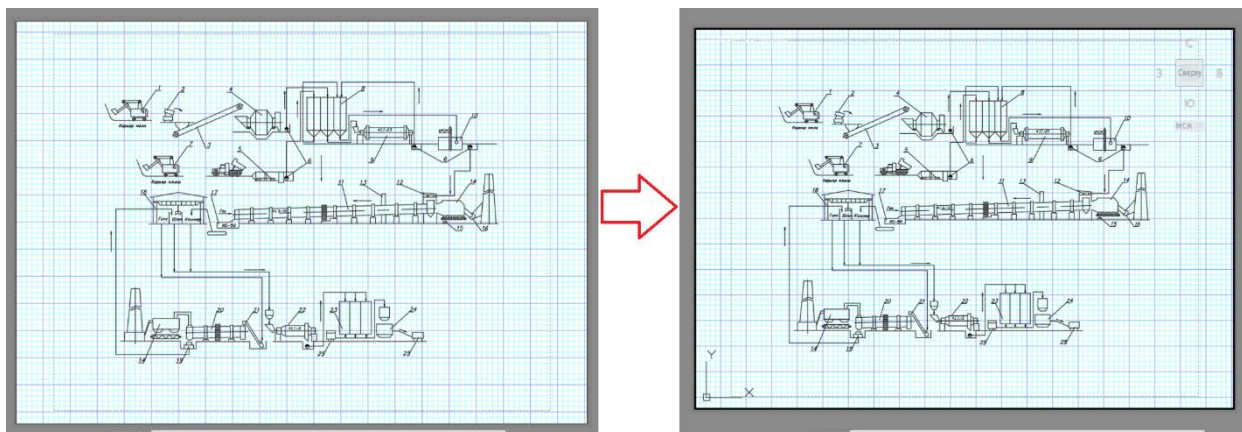

Рис. 125. Выделение графического пространства на Листе
4. Кликнуть дважды по графическому пространству → появится полужирная рамочка (рис. 125).